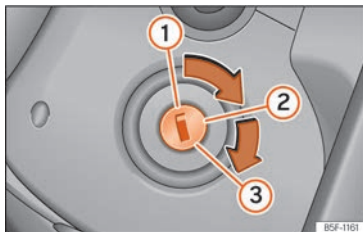

Fig. 82 Comutatorul de contact
- Răsuciți cheia în poziția » fig. 82 ②.
- Continuați să rotiți cheia în poziția » fig. 82 ③ fără a apăsa pedala de accelerație.
- După pornirea motorului, eliberați cheia. Când este eliberată, cheia revine în poziția ②.
- Autovehiculele echipate cu butuc de contact: Răsuciți cheia în poziția >>> fig. 82 ①.
- Autovehiculele echipate cu buton de pornire: Apăsați scurt butonul de pornire >>> fig. 82.